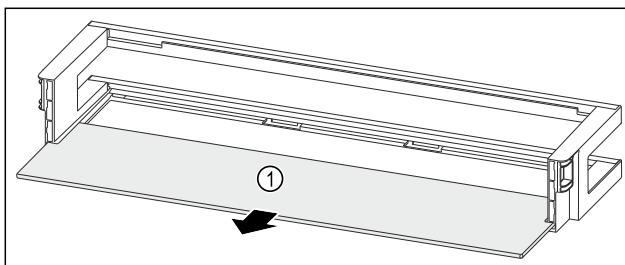

Fig. 96 Dørhylle med oppstillingsplass
- Fjern oppstillingsplassen Fig. 96 (1).